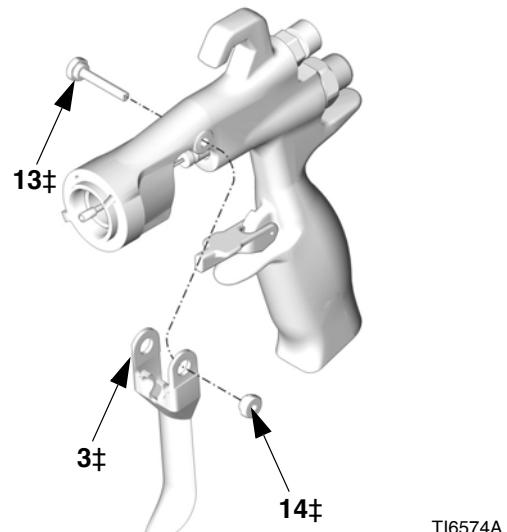

Рис. 37
2. Снимите гайку пальца пускового механизма (14‡), шарнирный палец (13‡) и пусковой механизм (3‡) при помощи специального инструмента (30) и гаечного ключа (29). См. Рис. 37.